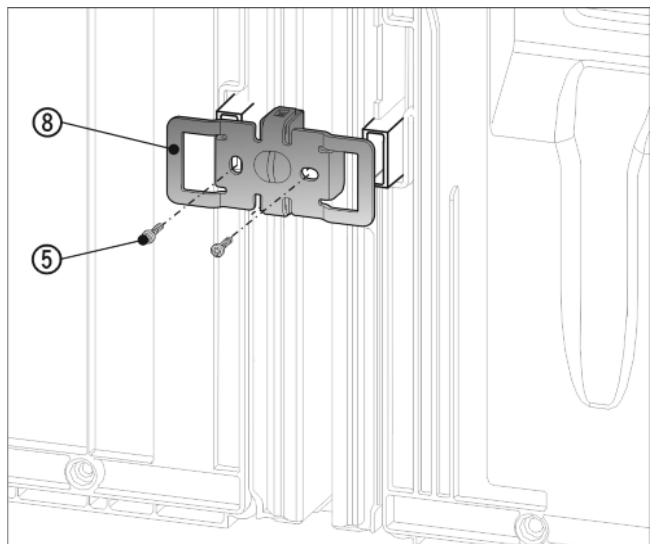

Fig. 12
- Den Winkel Fig. 12 (8) erneut mit den Aussparungen über die Aufnahme für die Wandabstandhalter schieben.
- Mit 2 Schrauben Fig. 12 (5) fest anschrauben.